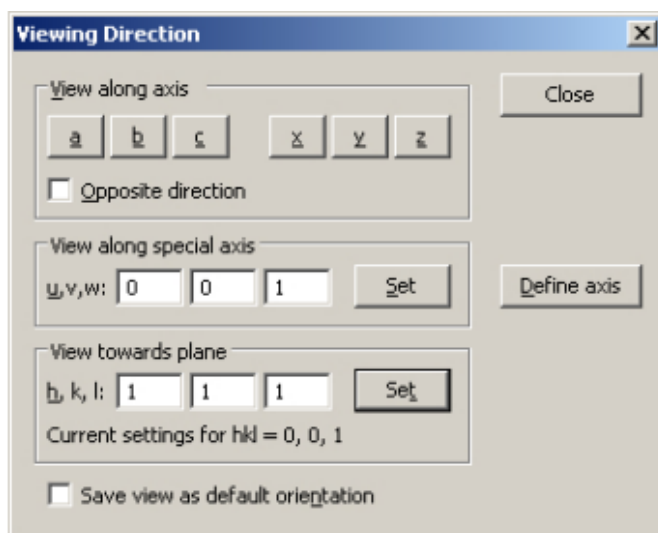

Рис. 38. Настройка обзора в направлении перпендикулярном плоскости (111)
Измените ориентацию обзора выбрав "Viewing Direction..." из меню "Picture". Рядом с "h, k, l" введите три раза «1» (т.е. плоскость (111), рис. 38). Нажмите кнопку "Set" ("Установить") и DIAMOND изменит направление обзора. Нажмите "OK" и если будет необходимо скорректировать масштаб картинки, то нажмите <F9>.